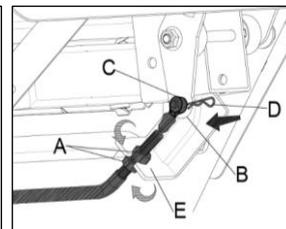

Рис. 12
Перед тем, как вставить конец троса управления крышкой желоба, ослабьте две гайки (А). Закрепите его на стержне (В) с помощью штифта (D), затем затяните две гайки на основании (Е), чтобы закрепить трос (Рис. 12).